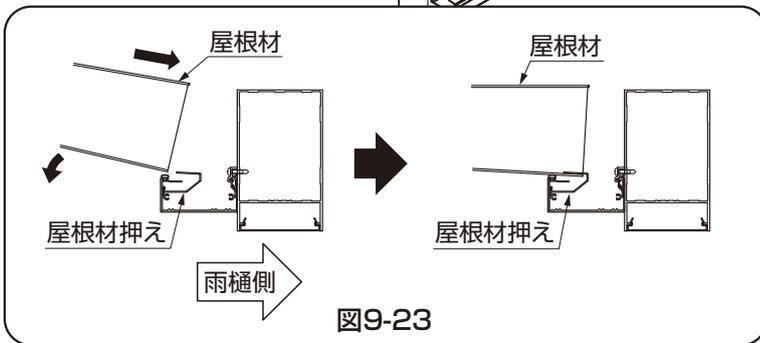

図9-23
①屋根材を屋根材押えに、はめ込み位置を確認して取付けてください。(図9-23参照)
- 屋根材は屋根材押えの奥までのはめ込んでください。(図9-23参照)